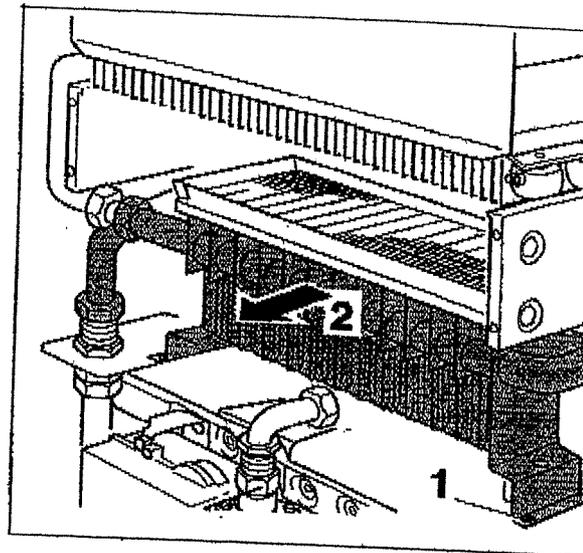

Fig.33 Estrarre il bruciatore
- ◆ Estrarre il bruciatore (Fig. 33, punto 2).